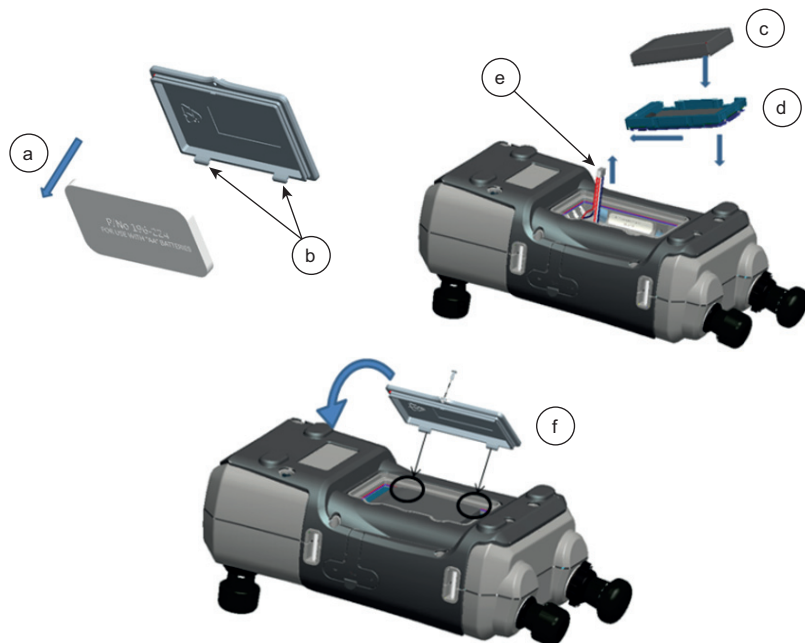

Figura 1-1: Montaggio del pacco batterie ricaricabile
6. Reinstallare il coperchio del vano batterie premendo le alette (b) all'interno delle scanalature (f) e abbassare il coperchio; chiudere serrando la vite di fissaggio (vedere la Figura 1-1).